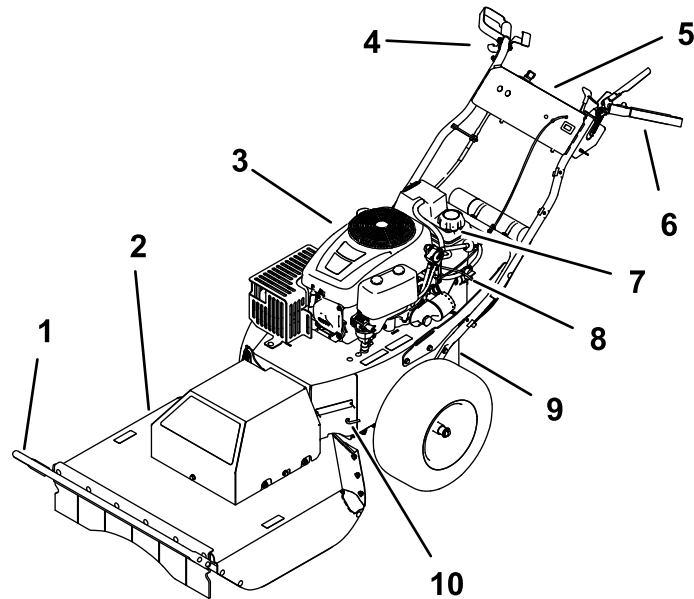
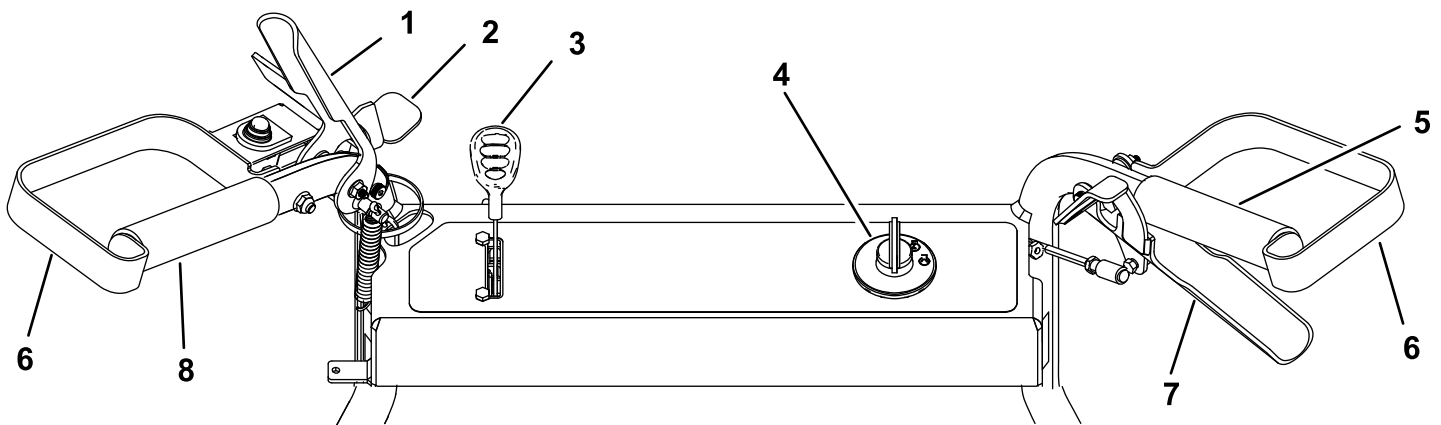

Figura 7
Figura 8
Familiarizzate con tutti i comandi (Figura 7 e Figura 8) prima di avviare il motore e utilizzare la macchina.
3. Pulite intorno al tappo del serbatoio carburante e toglietelo. Figura 7